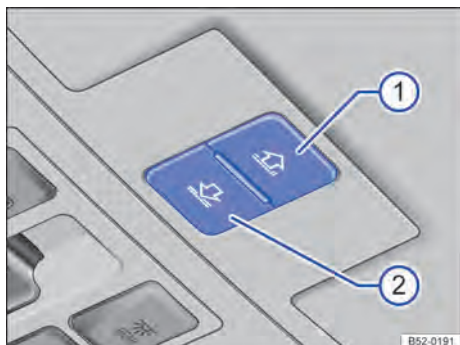

Fig. 42 No revestimento do teto: botões para a cortina de proteção solar.
Função	Ação ⇒ Fig. 42
Os botões ⇒ Fig. 42 ① e ② são de 2 níveis. No 1º nível, a cortina de proteção solar pode ser totalmente ou parcialmente aberta ou fechada.
- *Cortina de proteção solar:* dentro de aproximadamente 5 segundos após a liberação do limitador de força, pressionar o botão $\Rightarrow$ Fig. 42  o tempo necessário até que a cortina de proteção solar esteja completamente fechada.